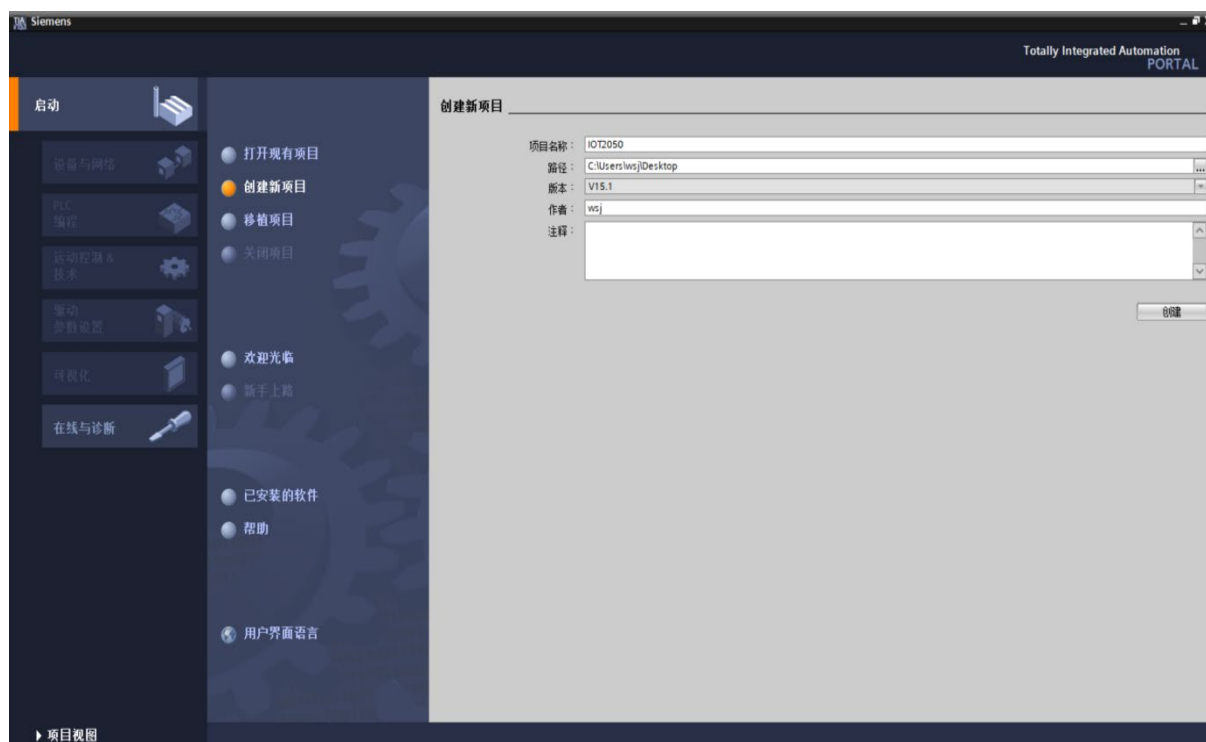

图 1-19 项目建立
(1) 在 STEP7 中创建一个新的项目。双击 TIA Portal V15.1，默认启动选项，选择“创建新项目”，输入项目名称，选择路径，点击“创建”。如图 1-19 所示。